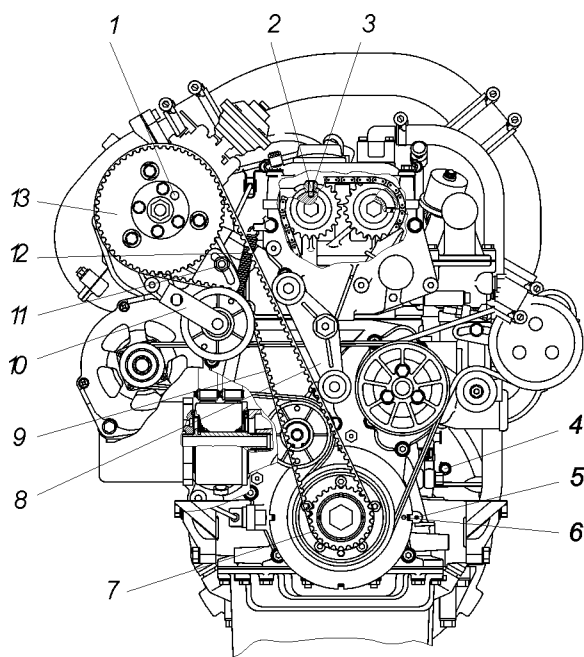

Рис. 9. Расположение меток и отверстий под штифты для замены ремня привода ТНВД:
- поверните коленчатый вал до совпадения метки 6 (рис. 9) на роторе датчика положения коленчатого вала с указателем 5 ВМТ на крышке цепи;